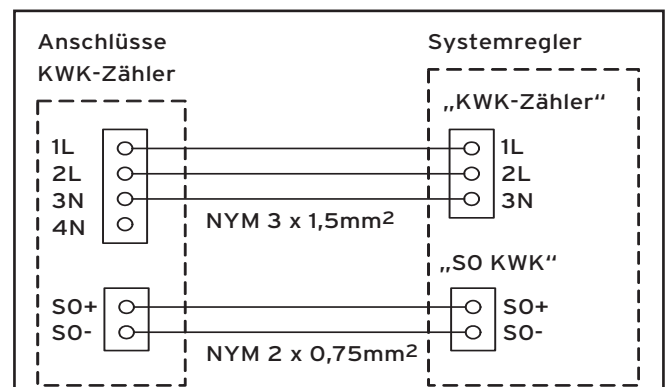

Abb. 11.3 KWK-Zähler anschließen
- Schließen Sie den neuen KWK-Zähler an (→ **Abb. 11.3**, **Abb. 4.6** und **Abb. 4.7**).